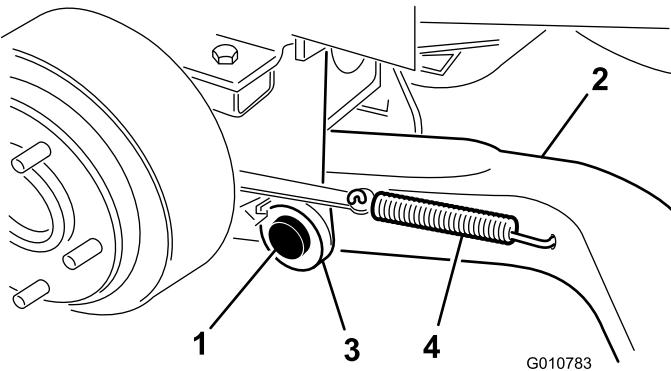

Figura 4
4. Monte um braço de elevação (com a extremidade da rótula esférica posicionada virada para fora) no pino da articulação e um contrapino (5/32 x 1-3/4 pol.) (Figura 4).
6. Coloque a mola de retorno do travão no furo do braço de elevação (Figura 4).